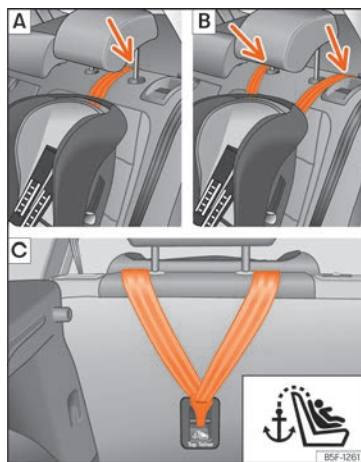
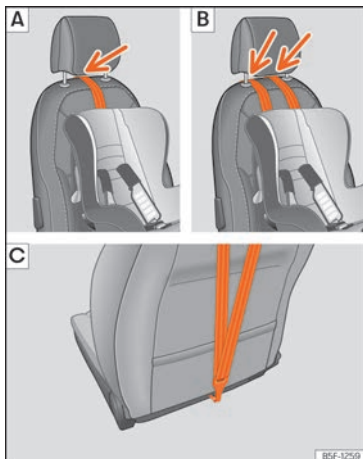

Fig. 34 Asientos traseros: ajuste y montaje en función del cinturón Top Tether.
Fig. 35 Asiento del acompañante: ajuste y montaje en función del cinturón Top Tether.
zas si fuera necesario) » » » **fig. 34** [A]/[B], » » » **fig. 35** [A]/[B].
- Deslice la correa y fíjela correctamente con el anclaje de la parte posterior del respaldo » » » **fig. 34** [C], » » » **fig. 35** [C].